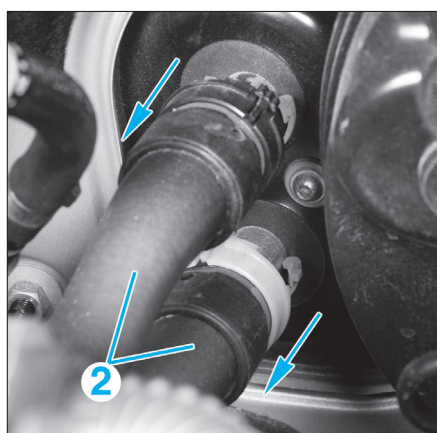

FIG. 12
- Déverrouiller puis débrancher les durits (2) d'eau du tablier en repérant leur position (fig. 12).
- Déverrouiller puis débrancher les durits d'eau après avoir repéré leur position pour leur remontage (fig. 12).